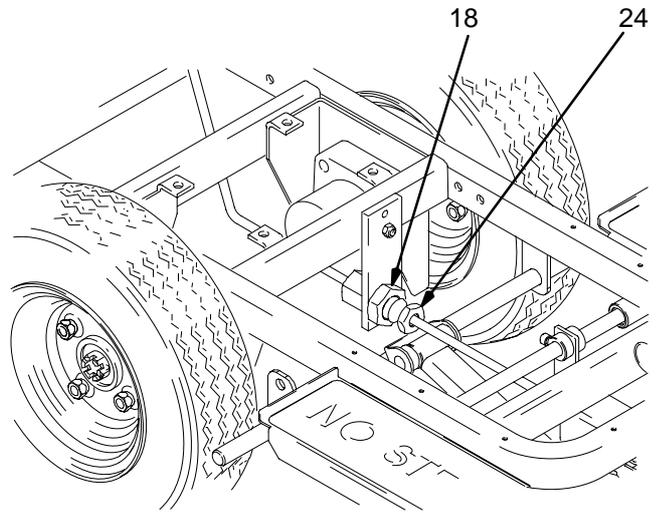

Fig. 1
4. Fig. 1. Afloje la contratuerca (18).
5. Gire el racor de centrado (24) hacia la parte trasera de la unidad de tracción de la señalizadora para detener el movimiento lento hacia adelante. Gírelo hacia la parte trasera para detener el movimiento lento hacia atrás.
6. Apriete la contratuerca (18).